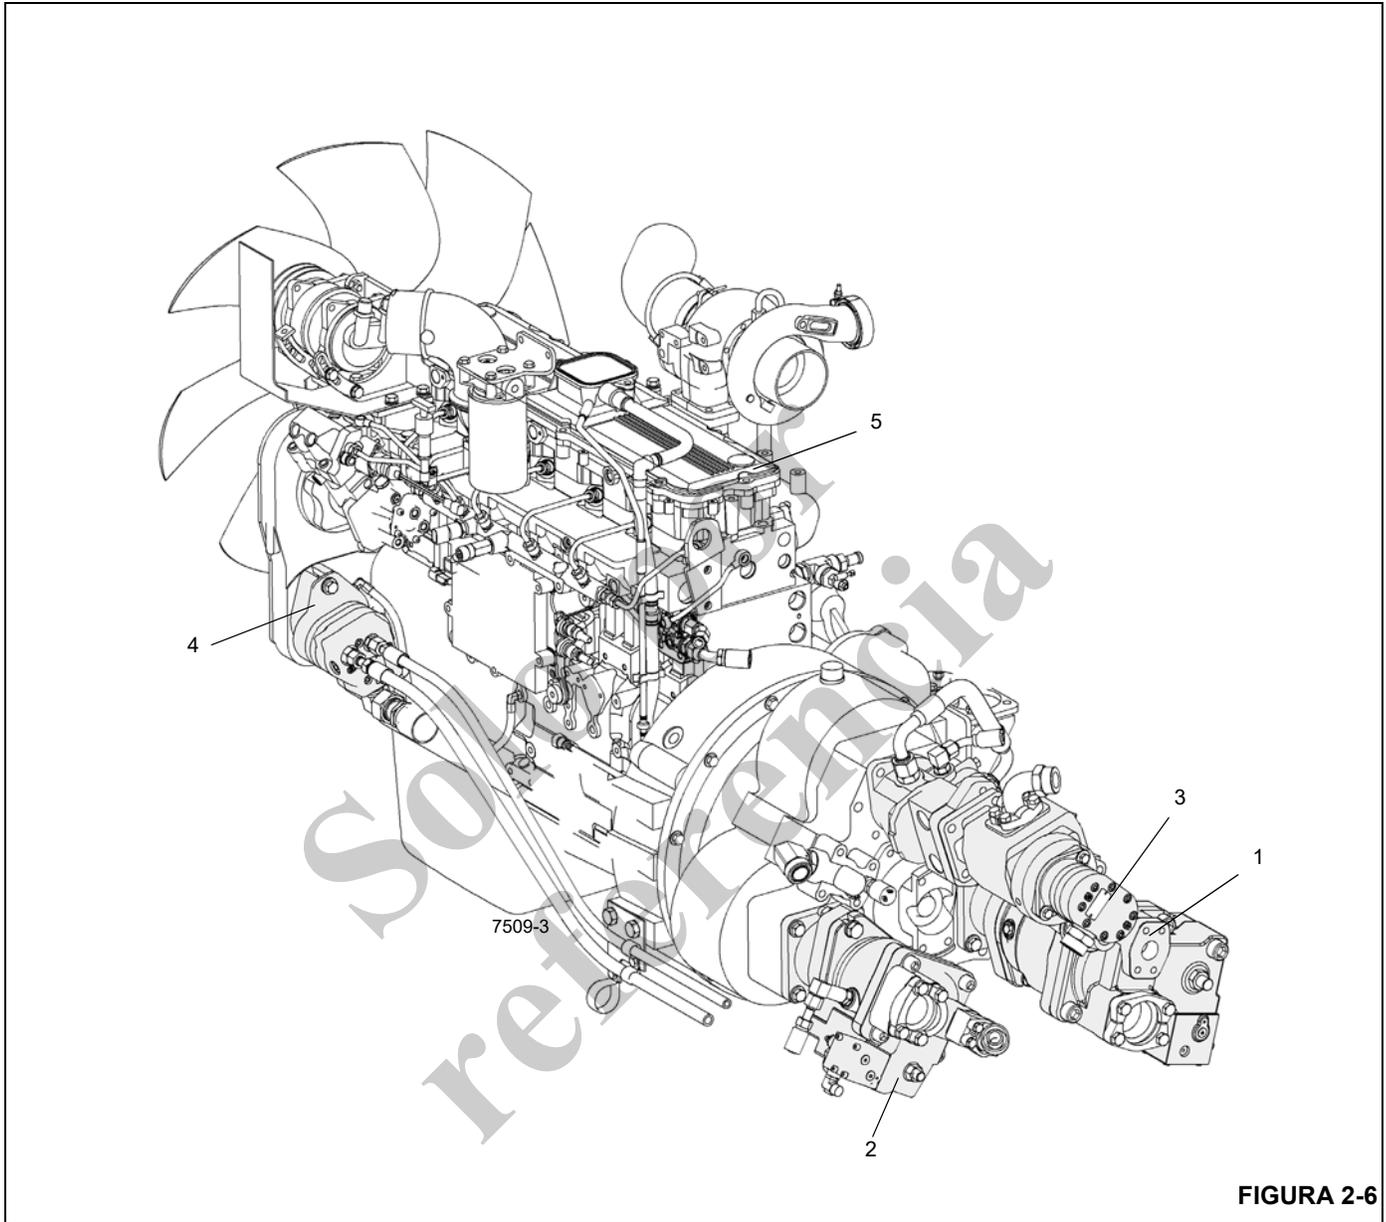

FIGURA 2-6
**NOTA:** Consulte la Figura 2-6 para la ubicación de las bombas.